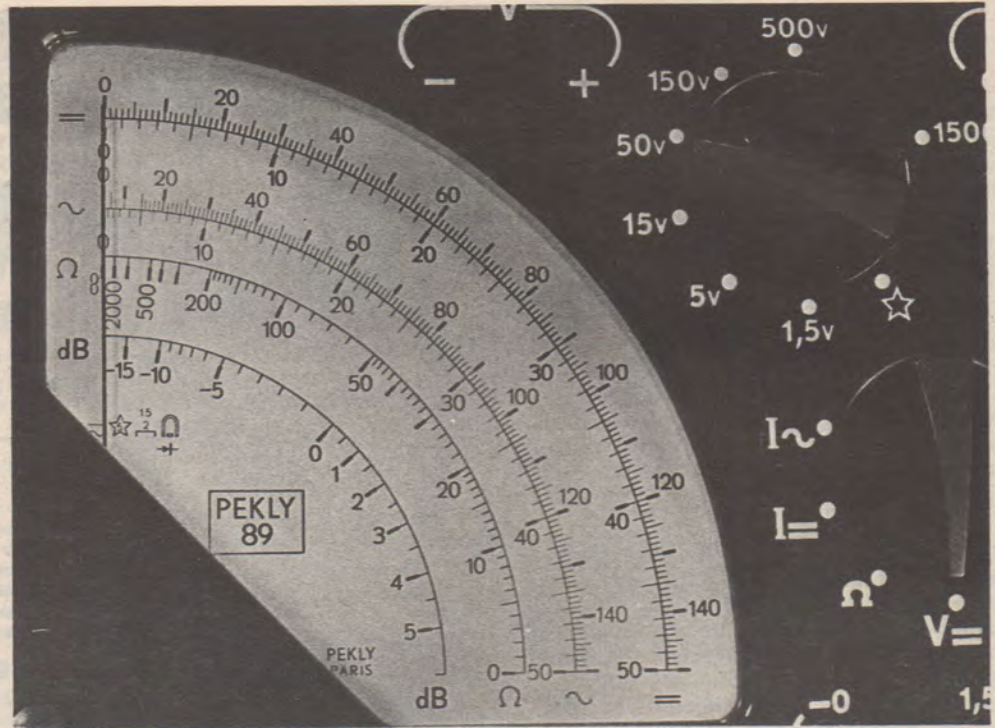

Figure 21
En fait, certains artifices de montage, qui conduisent à des circuits complexes dont l'étude sortirait du cadre de cet article, permettent d'obtenir une échelle commune pour toutes les gammes de tensions alternatives. On peut le constater sur la photographie de la figure 21, où l'échelle la plus extérieure, linéaire, correspond aux différentes gammes de tensions et courants continus, et où la deuxième échelle correspond aux tensions alternatives.
Cette intensité décroît quand  $R_x$  augmente, et elle est maximale pour  $R_x = 0$ . Le zéro de l'échelle de mesure des résistances correspond ainsi à la déviation maximale du galvanomètre, comme on peut le vérifier sur la photographie de la figure 21.
La relation (1) montre que l'échelle n'est pas linéaire en  $R_x$ . La déviation ne peut tendre vers zéro que si  $R_x$  augmente indéfiniment (voir figure 21). On caractérise généralement les calibres, en ohm-mètre, par la valeur de la résistance correspondant à la position médiane de l'aiguille du galvanomètre. Ainsi, dans l'appareil photographié, les trois calibres correspondent respectivement à  $50\Omega$ ,  $5000\Omega$  et  $50000\Omega$  à mi-échelle.
Sur beaucoup de contrôleurs, une échelle est prévue pour la mesure directe des gains en décibels. En se reportant à la photographie de la figure 21, on constate que l'échelle correspondante a son zéro en face de la valeur 0,775 volt de l'échelle des tensions alternatives. La différence des lectures en deux points d'un circuit donne alors directement le gain en décibels, le niveau de référence choisi étant celui que nous avons indiqué, soit 0 dB pour 0,775 volt.